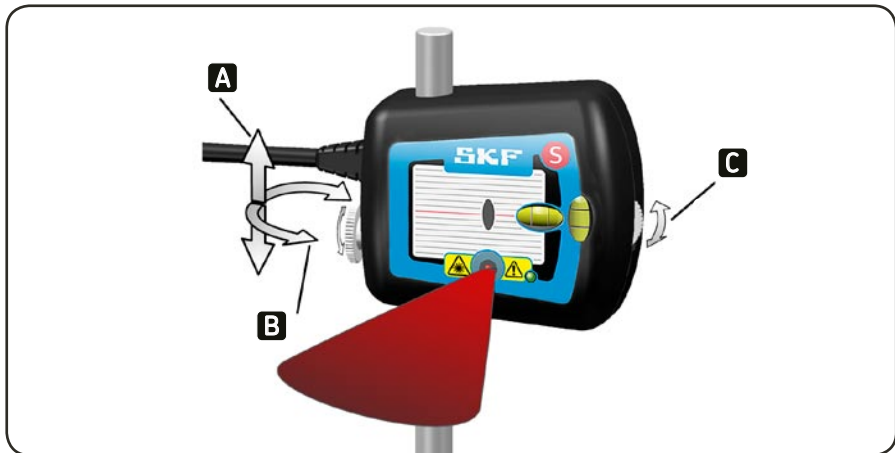

图12. 激光调节
c) 精调时，松开位于测量单元侧面的锁紧螺母 (见图12)，这样测量单元可以沿着支撑杆上下滑动或左右旋转，对垂直方向上的微调，请使用测量单元上的调节旋钮。